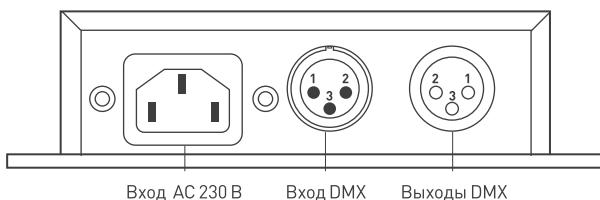

Рис. 1. Назначение разъемов и маркировка контактов.
- Подключите кабели DMX-шины ко входу и выходу усилителя. Назначение разъемов и соответствие контактов показано на Рис. 1.